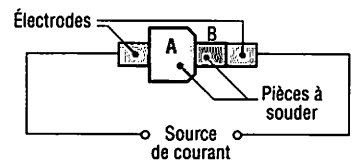

Fig. 6 : Les pièces A et B s'échauffent lorsqu'elles sont en contact et parcourues par un fort courant.
- le soudage (fig. 6) ; le chauffage des matériaux ferreux avant formage ;